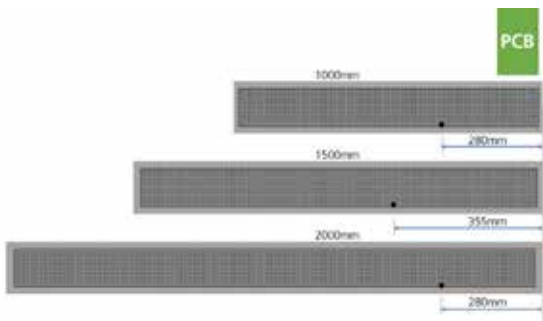

Figura 30 Posición del sensor de temperatura
10. Asegúrese de que el sensor de temperatura se vuelva a colocar en la posición correcta y se conecte al terminal TEMP del panel de control, consulte la figura 30 y la tabla 9 en la página 25